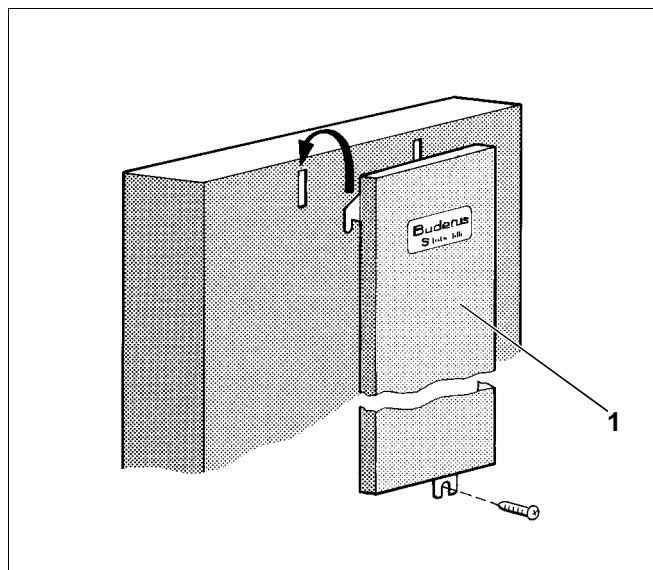

Abb. 21 Montage Türblende
- Türblende (Abb. 21, **Pos. 1**) mit den beiden Haken in die Schlitze der Kesseltür einhängen.